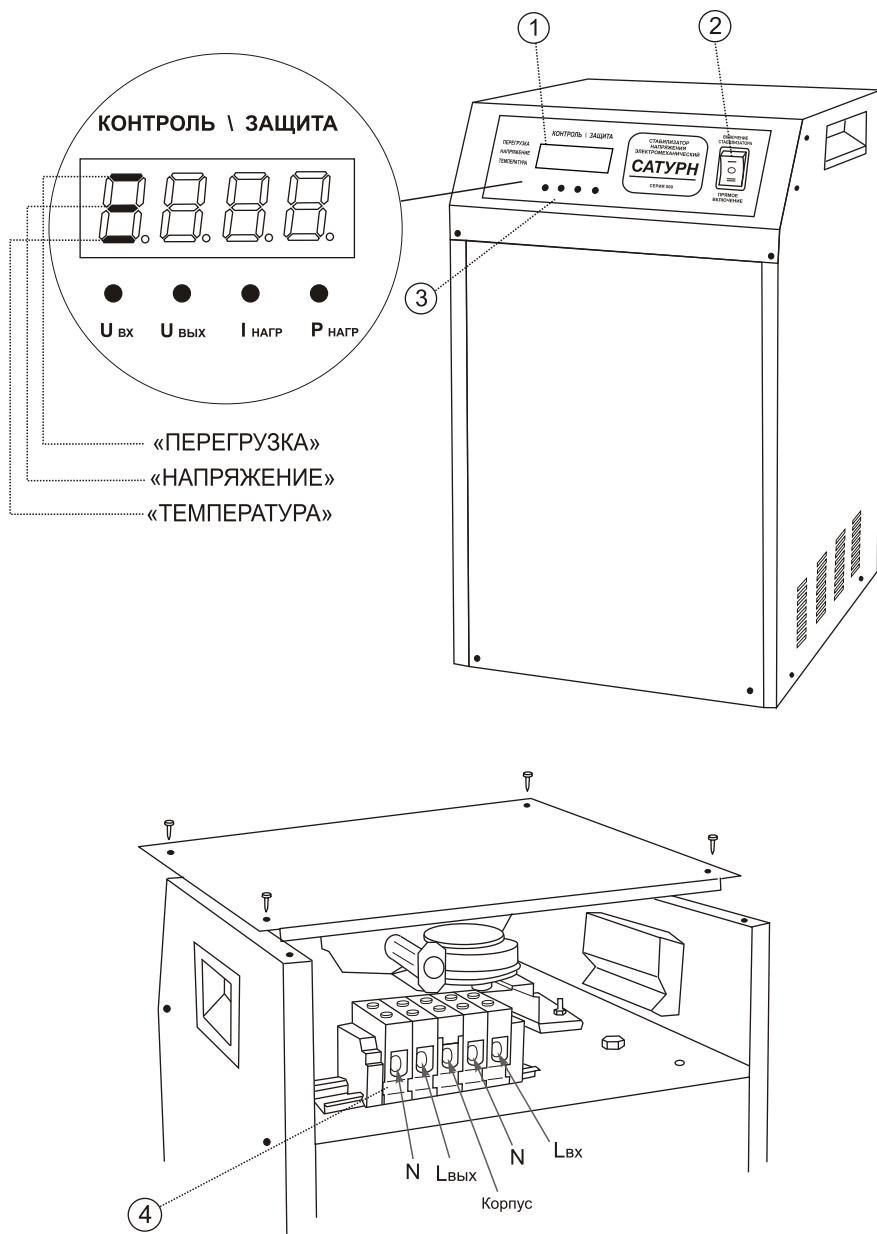
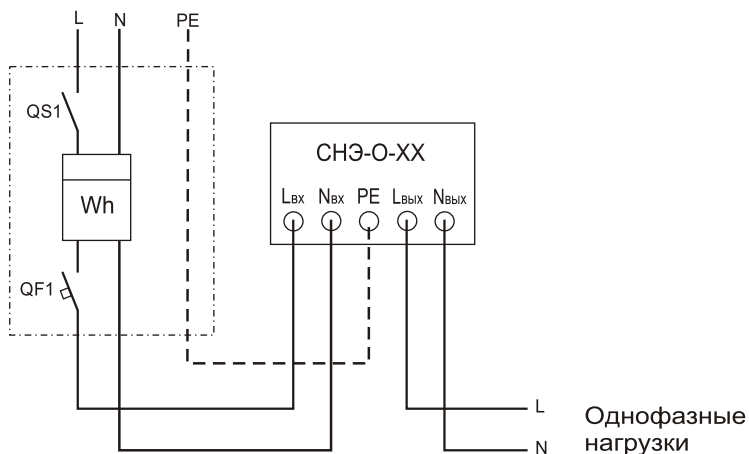

Рис. 1. Внешний вид стабилизатора
Рис. 2. Схема включения стабилизатора СНЭ-О-XX в однофазную сеть
Для однофазной сети (маркировка СНЭ-О) используется один блок (рис. 2), для трехфазной сети (маркировка СНЭ-Т) необходимо три блока СНЭ-О, включенных по схеме «звезда» (рис. 3).
На передней панели блока (рис.1) находятся:
— цифровой индикатор «КОНТРОЛЬ / ЗАЩИТА» (рис. 1 поз.1) для визуального контроля параметров сети и нагрузки, а также для индикации включения защиты по току, напряжению и температуре (горизонтальный сегмент в первом разряде индикатора);
— переключатель режимов работы «ВКЛЮЧЕНИЕ СТАБИЛИЗАТОРА – О – ПРЯМОЕ ВКЛЮЧЕНИЕ»; (рис.1 поз. 2);
— кнопочный переключатель выбора измеряемого параметра: «Uвх», «Uвых», «Iнагр», «Pнагр» (рис.1 поз. 3).
Подключение блока осуществляется через клеммные колодки, находящиеся под верхней крышкой (рис.1 поз. 4).
**Запрещается производить подключение стабилизаторов к трехфазной сети по схемам, не указанным в настоящем руководстве (рис.2, 3) или не согласованным с изготовителем.**
Произвести подключение входных и выходных проводов по схеме (рис.2, 3) сечением не менее указанного в Таблице 1, согласно маркировке на клеммной коробке (рис.1 поз.4):